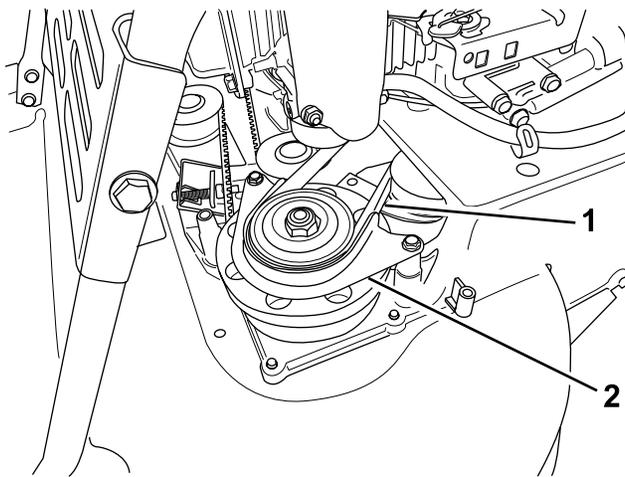

Figura 44
7. Retire a proteção da correia BBC (Figura 44).